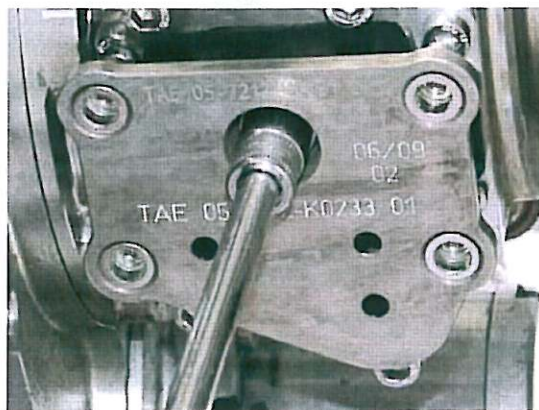

Bild 16
13. Die einzelne Schraube (item 6) am Vibration-Isolator (item 2) mit dem vorgeschriebenen Anzugsmoment anziehen. Siehe Bild 16.